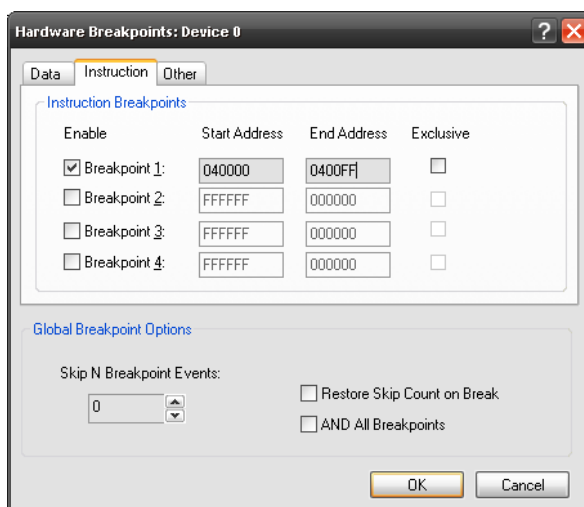

Рис. 2.12. Установка точек аппаратного останова при выполнении инструкций
- останов при выполнении инструкции, попадающей в выбранный диапазон адресов. Останов осуществляется при выполнении инструкции внутри или вне (при включенном флаге Exclusive) указанного диапазона адресов. Есть возможность задать четыре точки останова данного типа (рис. 2.12);